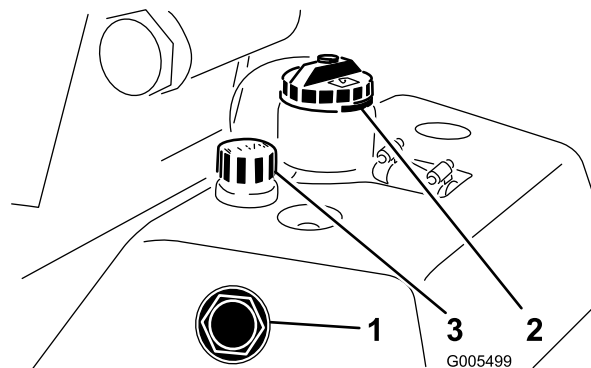

Figura 26
1. Parcheggiate la macchina su terreno pianeggiante. Controllate che la macchina si sia raffreddata, in modo che l'olio sia freddo. Controllate il livello dell'olio attraverso il vetro spia, sul fianco del serbatoio ausiliare dell'olio (Figura 26). Se il livello dell'olio è tra i due segni di riferimento presenti sul vetro spia, l'olio è sufficiente.